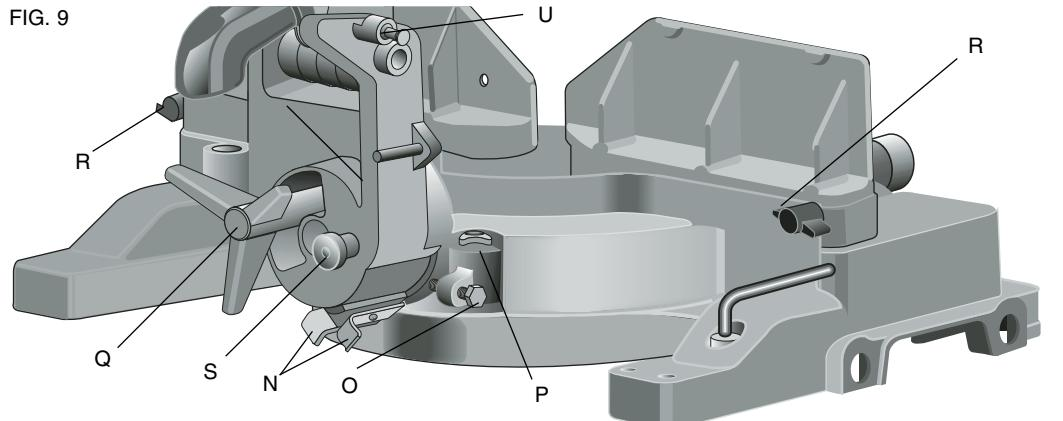

FIG. 9
Ponga una escuadra contra la escuadra de guía de la sierra y la cuchilla, tal como se muestra. (No toque las puntas de los dientes con la escuadra. Al hacerlo causará una medida inexacta.) Suelte la perilla de la abrazadera (véase ilustración 9) y gire el brazo de la sierra hasta que el seguro se fije en la posición de 0° . No apriete la perilla de la abrazadera. Si la hoja de la sierra no está exactamente perpendicular a la escuadra de guía, suelte los tres tornillos que sostienen la regla de la sierra a la base y mueva la regla hacia la izquierda o la derecha hasta que la cuchilla esté perpendicular a la escuadra de guía, tal como se puede medir en la escuadra. Vuelva a apretar los tres tornillos. No preste atención a la medida que aparece en el indicador de la sierra en este punto.
A fin de que la sierra pueda cortar en bisel a 48 grados a la izquierda o a la derecha, la escuadra de guía puede regularse para dar espacio. A objeto de regular la escuadra de guía, suelte la perilla de plástico que se muestra en la Ilustración 9 (R) y corra la escuadra hacia afuera. Haga un ensayo con la sierra apagada y verifique el espacio. Regule la escuadra de guía para que esté lo más próxima posible a la hoja como sea práctico para dar el máximo apoyo a la pieza de trabajo, sin interferir con el movimiento hacia arriba y hacia abajo del brazo. Apriete la perilla bien. Cuando se hayan completado las operaciones de bisel, no olvide volver a poner la escuadra de guía en su lugar.